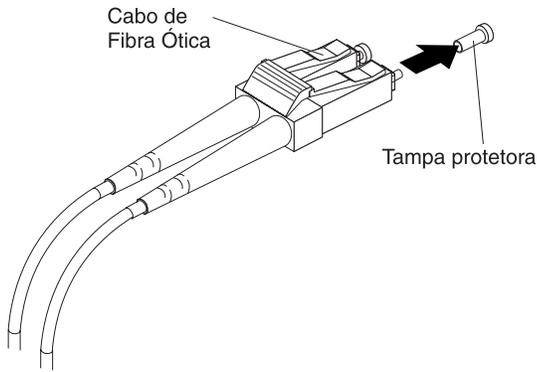

Figura 3-12. Removendo capas protetoras do cabo de fibra ótica
3. Remova as capas protetoras de uma extremidade do cabo LC-LC, conforme mostrado em Figura 3-12 na página 3-10. Guarde as tampas protetoras para uso futuro.